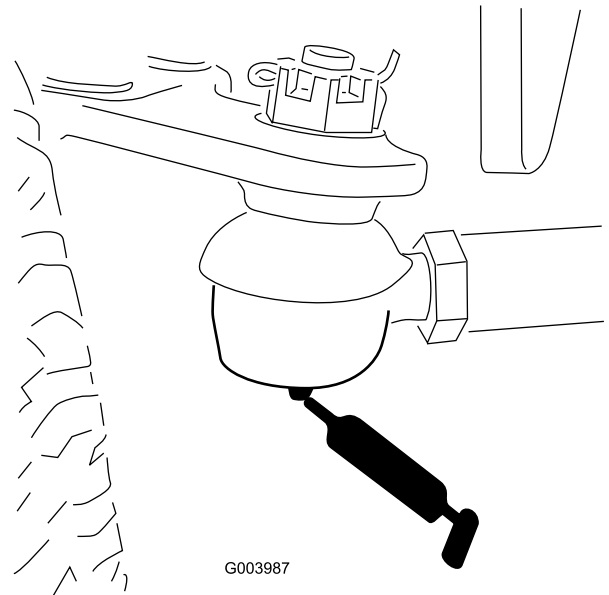

Figura 47
- Tirante del eje trasero (2) (Figura 47)